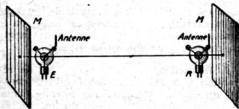

FIG. 3. — Dispositif de mesure de longueur d'onde.
4. Interférences et longueur d'onde (fig. 3). — On dispose une plaque métallique M, même de faibles dimensions, non plus entre la lampe émettrice E et la lampe réceptrice R, mais perpendiculairement à la ligne qui les joint et derrière la lampe réceptrice en M. En déplaçant d'une manière continue cette plaque parallèlement à elle-même de façon à l'éloigner ou à la rapprocher de la lampe R, on constate que l'intensité de la réception passe par des maxima et des minima. C'est qu'en effet, les ondes réfléchies par la lame métallique interfèrent avec les